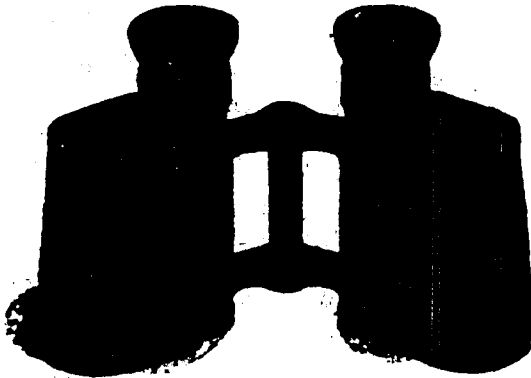

Bild 25
39. Das Doppelfernrohr 6×30 (Bild 25) dient zum Suchen der Gegenstelle und zum Beobachten der Blinkzeichen beim Blinkbetrieb. Es hat eine 6-fache Vergrößerung, der Durchmesser des Ausblicks beträgt 30 mm. (Näheres siehe H. Dv. 448/1.)